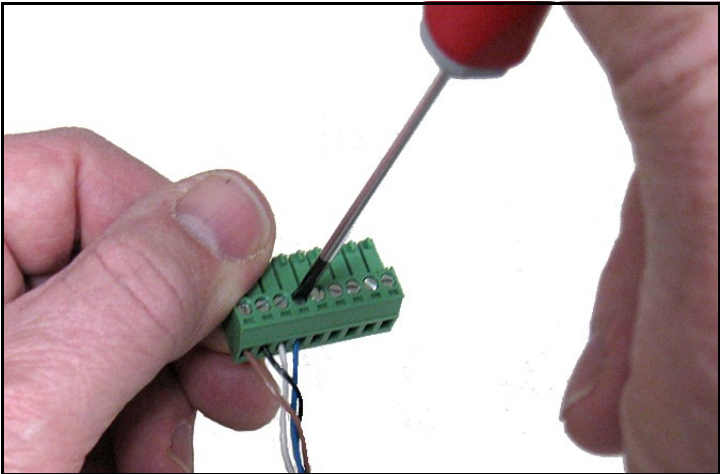

Figura 28: Conexión del cable al conector
3. Vea la *Tabla 1* a continuación y la *Figura 28 en la página 19* para conectar el extremo del cable de la sonda con los cuatro cables con los pasadores 10, 11, 12 y 13 en el bloque de terminales inferior.